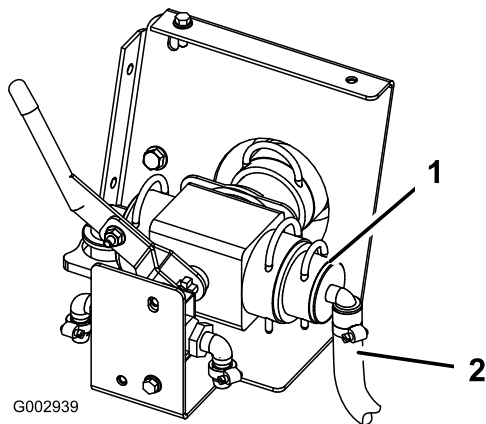

Figura 33
21. Conecte el conjunto de manguera de 3/4 pulgada al conjunto de la válvula de control que está orientado hacia la parte delantera del vehículo (Figura 33).